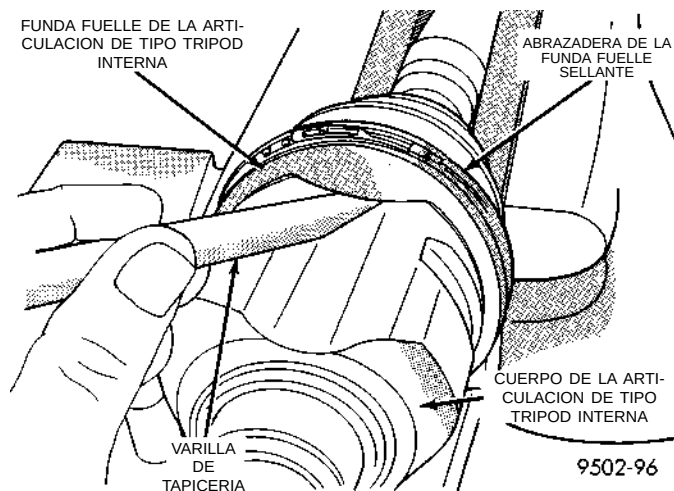

Fig. 37 Varilla de tapicería insertada para ventear la articulación de tipo Tripod
(9) Inserte una varilla de tapicería entre la articulación de tipo Tripod y la funda fuele sellante para ventear el conjunto de articulación de tipo Tripod interna (Fig. 37). **Al insertar la varilla de tapicería entre el cuerpo de articulación tipo Tripod y la funda fuele sellante, asegúrese de sostenerla en forma plana y de modo firme contra el cuerpo de la articulación tipo Tripod.** Si esto no se hace, se pueden producir daños en la funda fuele sellante. Si la articulación de tipo Tripod interna tiene una funda fuele sellante de Hytrel (plástico duro), asegúrese de que la varilla de tapicería se inserte entre el encastre de goma blanda y el cuerpo de articulación tipo Tripod, y no entre la funda fuele sellante de plástico duro y el encastre de goma blanda.